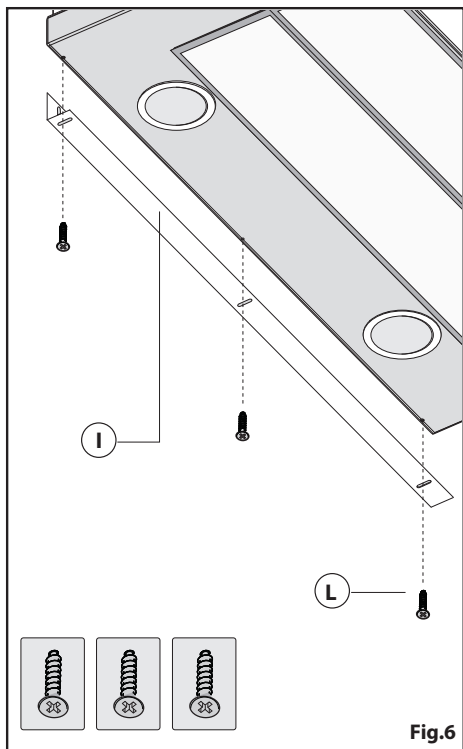

Fig.6
1. afstandhouder **I** (fig.6).